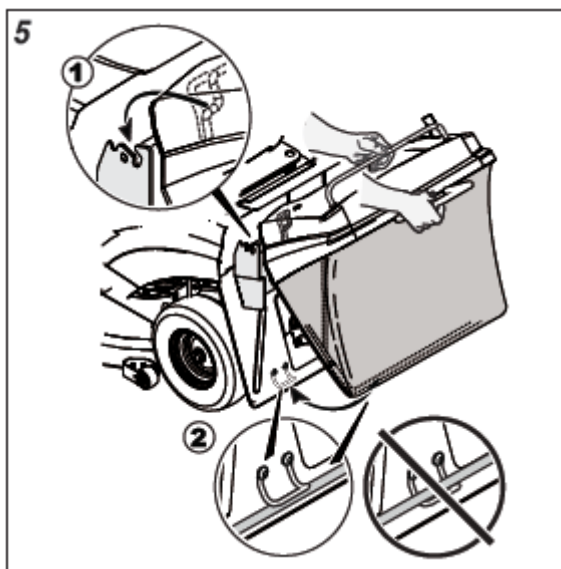

Рис. 5
1. Установите травсоборник на кронштейны (см. рис. 5).